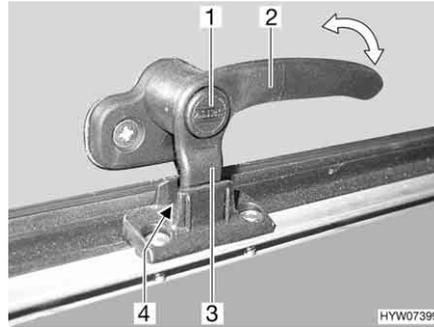
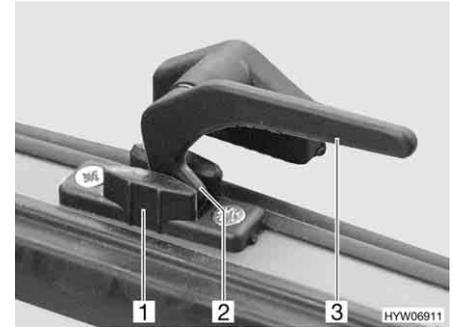

Fig. 77 Palanca de bloqueo con botón de seguridad en la posición de "ventilación continua"
Fig. 78 Palanca de bloqueo en la posición de "ventilación continua"
- En la posición "ventilación continua" (Fig. 77 y Fig. 78)
- Si existe, pulsar el botón de seguridad (Fig. 77,1) y mantenerlo pulsado.
- Girar la palanca de bloqueo (Fig. 77,2 ó Fig. 78,3) un cuarto de vuelta hacia la mitad de la ventana.
- Girar de nuevo hacia atrás la palanca de bloqueo. El saliente de bloqueo (Fig. 77,3 ó Fig. 78,2) de la palanca de bloqueo se ha de introducir para ello en el rebaje del bloqueo de la ventana (Fig. 77,4 ó Fig. 78,1).
- Si existe, soltar el botón de seguridad (Fig. 77,1).